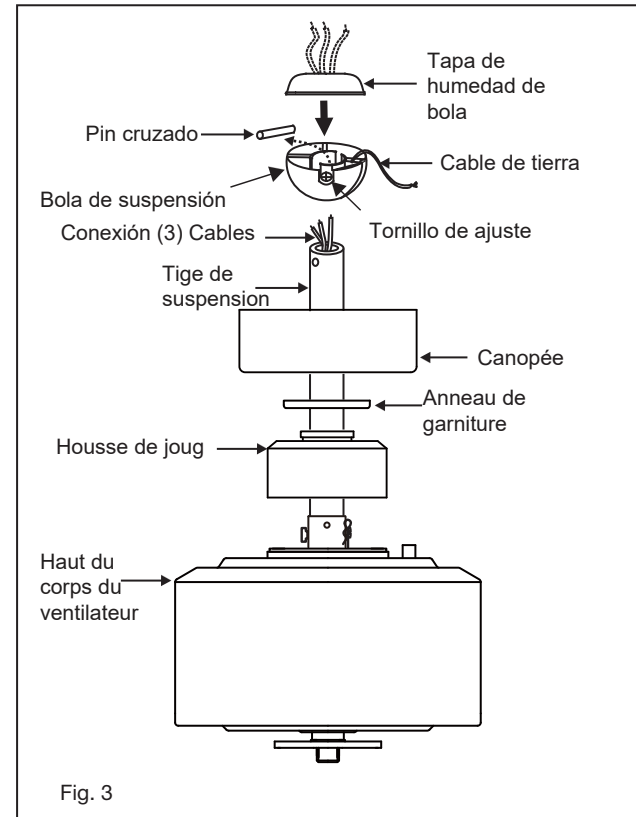

Fig. 3
- 6 Glissez le couvercle de l'étrier, l'anneau de garniture et la verrière sur la tige de suspension. (Fig.3)
- 8 Faites passer les fils à travers les trous du capuchon d'humidité de la bille en caoutchouc et faites glisser le capuchon vers le bas sur le dessus de la bille. (Fig.3)
b. Connexion des fils de l'interrupteur mural aux fils de la boîte de prise murale. (Fig.3 & 4)
Un flux d'air VERS LE BAS crée un effet de refroidissement comme illustré à la figure 3. Cela vous permet de régler votre climatiseur sur un réglage plus chaud sans affecter votre confort.